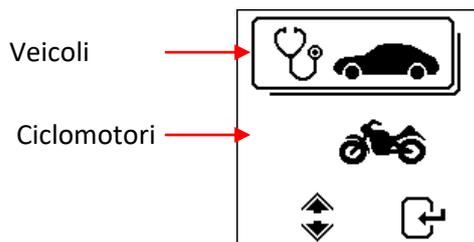

Fig.15
5. Dopo aver effettuato la sua scelta, l'utente può effettuare il test selezionando  o  per passare alla schermata di Fig.15.